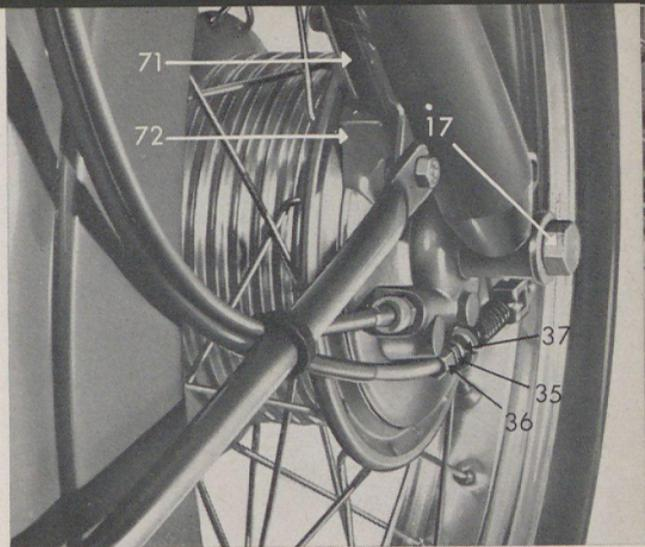

Bild 9
## Telegabel (Bild 9)
Beim Einbau des Vorderrades ist darauf zu achten, daß die an der rechten Innenseite der Vorderradgabel angebrachte Befestigungslasche 71 in die Aussparung des Bremsschildarmes 72 greift (Bild 9).
**Die Teleskop-Vorderradgabel** bedarf keiner Wartung (Bild 9).